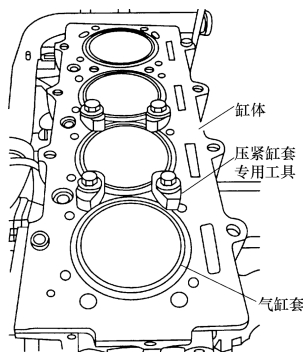

图 1-82 用专用工具压紧气缸套
3) **装入气缸套**。将镗磨好的气缸套装上水封圈并涂以密封胶, 检查各道水封圈与气缸体的接触是否平整, 然后用专用工具拧紧螺栓、压紧气缸套, 如图 1-82 所示。